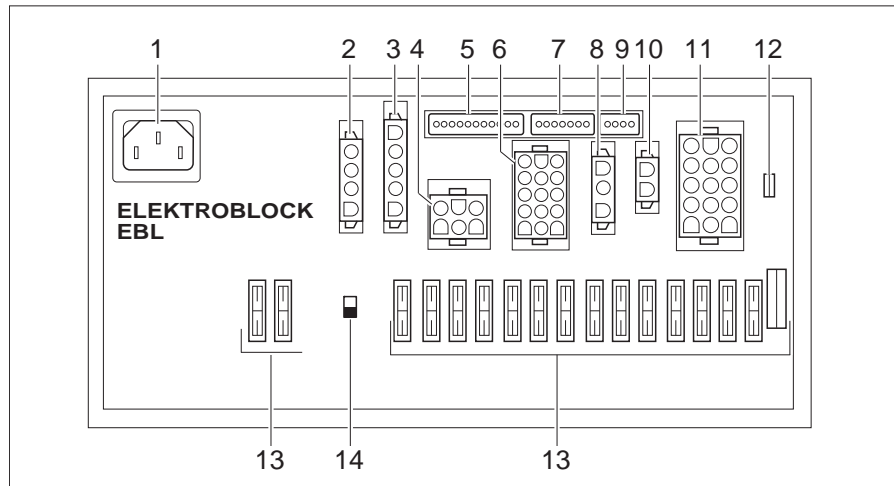

Bild 183 Elektroblock (EBL 102)
**Einbauort** Je nach Modell ist der Elektroblock (Bild 183) in der Sitzkonsole unter dem Fahrersitz oder unter dem Beifahrersitz eingebaut.
Je nach Modell ist der Elektroblock (Bild 183) in der Sitzkonsole unter dem Fahrersitz oder unter dem Beifahrersitz eingebaut.